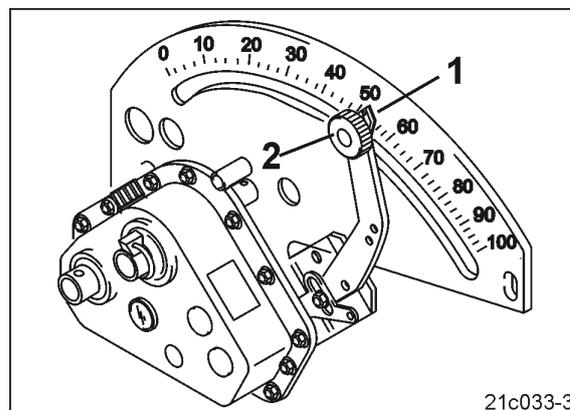

Fig. 29
Prueba de desprendimiento en sembradoras de levas (p.ej. D9) y sembradoras neumáticas (p.ej. AD-P) con engranaje Vario sin regulación remota de cantidad de siembra (Fig. 29).
11. Ajustar la palanca reguladora de cambios (Fig. 29/1) al valor de escala y fijar con el tornillo moleteado (Fig. 29/2).
19. Ajustar la palanca reguladora de cambios (Fig. 29/1) al valor de escala y fijar con el tornillo moleteado (Fig. 29/2).